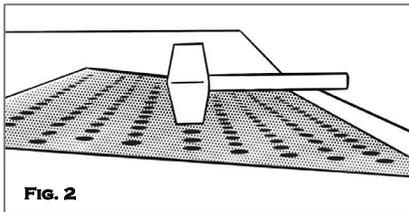

FIG. 2
3. Usando un mazo de goma, pulse toda la superficie de la baldosa, asegurando la consolidación alrededor de los anclajes. (Fig. 2)